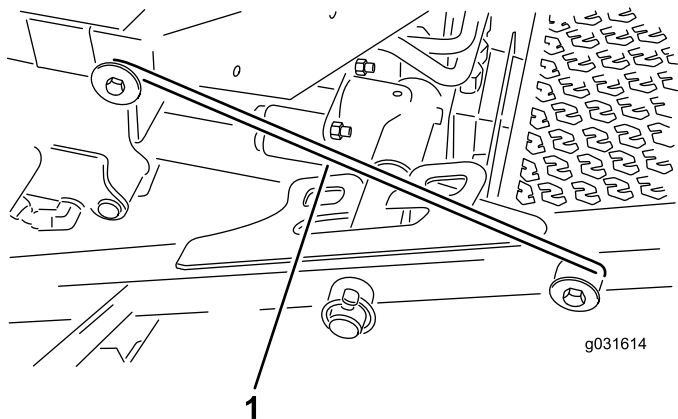

Bild 30
4. Lösen Sie die Riegelstange aus der Halterung am vorderen Trägerrahmen (Bild 30).
5. Heben Sie die Außenseite der Frontmähwerke an und positionieren den Riegel über den an der Vorderseite der Fahrerplattform befestigten Rahmenstift (Bild 30).